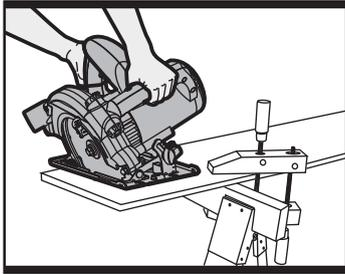

Fig 6
les coupes droites, utilisez la marque 0° du guide pour faire l'alignement avec l'échelle du guide parallèle. Pour faire une coupe chanfreinée à 45°, utilisez la marque 45° du guide pour faire l'alignement avec l'échelle du guide parallèle (se référer aux Figures 6 et 7). Serrez solidement le guide parallèle (20) et faites toujours un essai préliminaire pour vérifier le réglage.